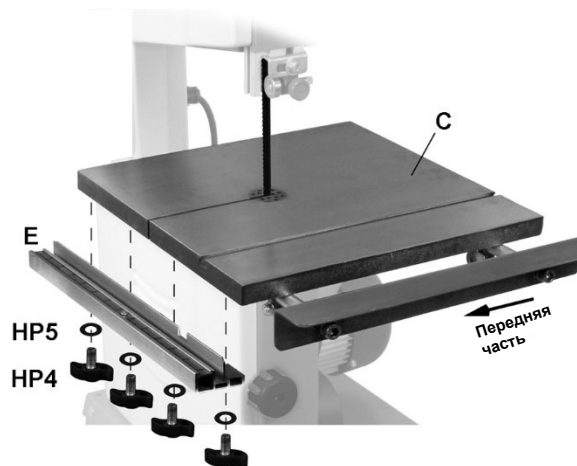

Рисунок 6
1. Прикрепите направляющую рейку (Е, рис. 6) к передней части стола. Закрепите четырьмя винтами (НР4) и плоскими шайбами (НР5).
4. Снимите направляющую планку (Е, рисунок 6).
12. Замените направляющую планку (Е, рис. 6). Перед началом работы с пилой убедитесь, что полотно закреплено на фиксаторе и имеет надлежащее натяжение, как описано в разделах 8.4 и 8.5 ниже.